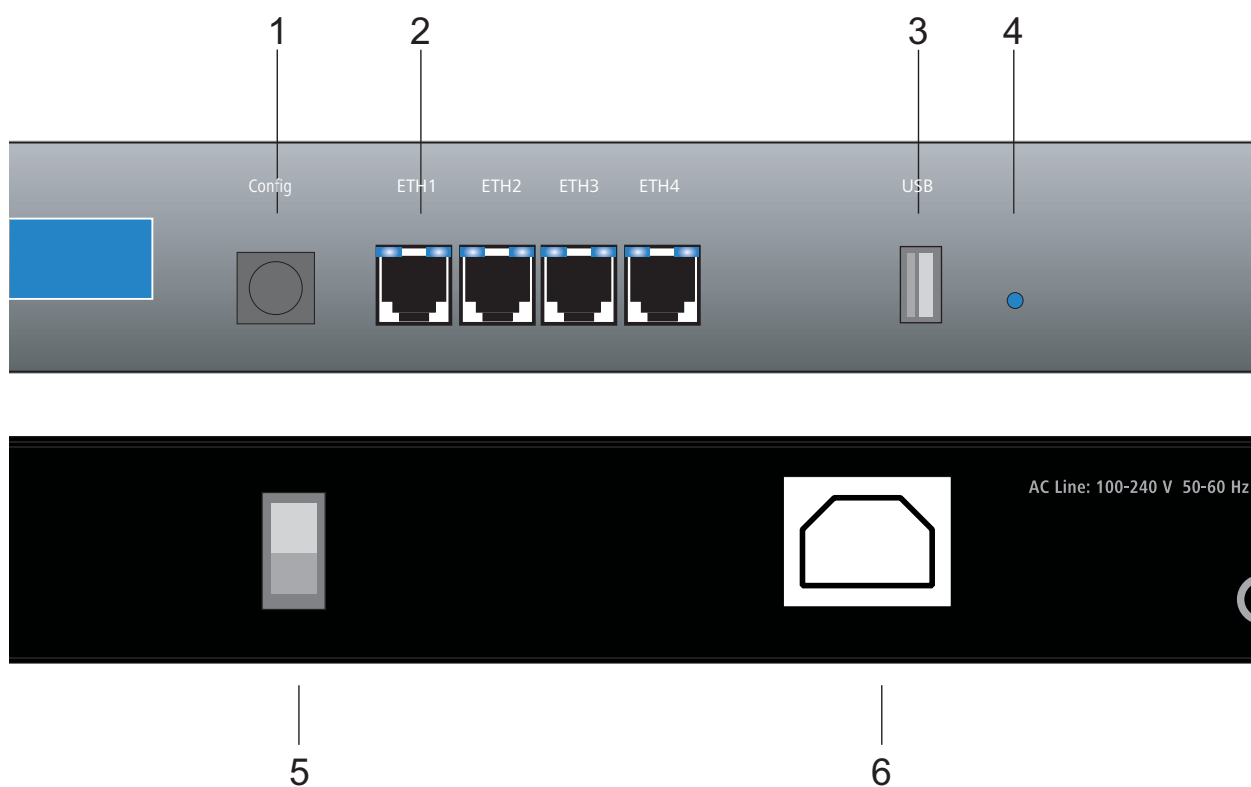

Abb. 2: Schnittstellen am WLAN Controller
- LAN – schließen Sie Ihren BAT-Controller WLC zunächst ans LAN an. Stecken Sie das mitgelieferte Twisted Pair-Kabel (grüne Stecker) einerseits in einen Ethernet-Port des Geräts (siehe Abbildung 2, Position 2) und andererseits in eine freie Datennetzanschlussdose Ihres lokalen Netzes. Die Ethernet-Ports erkennen sowohl die Übertragungsrate (10/100/1000 Mbit) als auch den Typ (MBI/MBI-X) angeschlossener Geräte automatisch (Autosensing). Der parallele Anschluss von Geräten unterschiedlicher Geschwindigkeit und Typen ist möglich.
- Konfigurations-Schnittstelle – schließen Sie optional das Gerät direkt an die serielle Schnittstelle (RS-232, V.24) eines PCs an. Verwenden Sie dazu das mitgelieferte serielle Konfigurationskabel. Verbinden Sie die Konfigurationsschnittstelle des Gerätes (siehe Abbildung 2, Position 1) mit einer freien seriellen Schnittstelle des PCs.
- Mit Spannung versorgen und einschalten – versorgen Sie das Gerät über den Stromnetzanschluss mit Spannung (siehe Abbildung 2, Position 6). Schalten Sie es danach am Schalter auf der Rückseite ein (siehe Abbildung 2, Position 5).